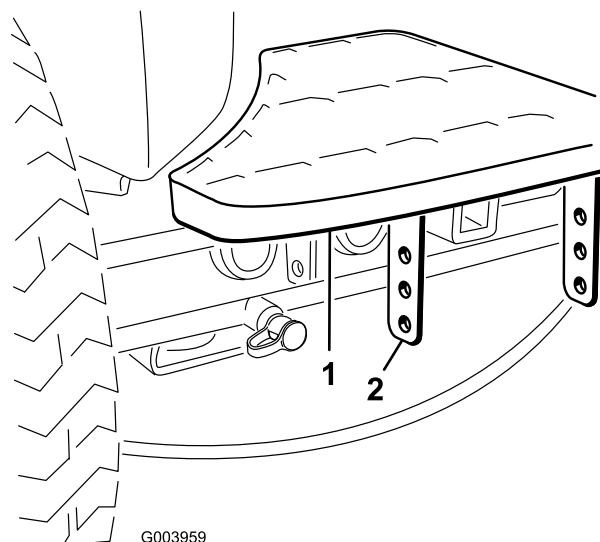

Bild 2
1. Nehmen Sie die zwei Schrauben und Muttern ab, mit denen die Trittbretthalterungen am Rahmen der Zugmaschine befestigt sind (Bild 2).